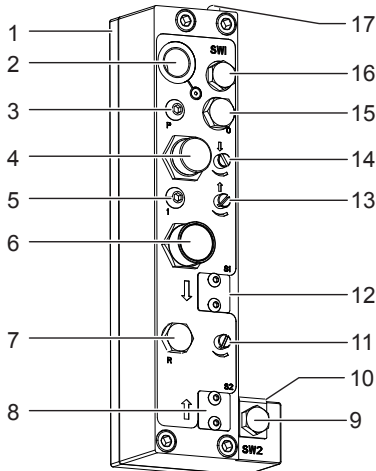

Figura 3
- Regule o espaço entre (1) e (2) de forma a ficar igual à profundidade do furo requerido, MAIS a distância em que a broca está acima da peça a ser trabalhada através de deslize (3).
- Bloqueie na posição com (4) para o binário recomendado.
- Posicione a HCU em (3).
- Regule o espaço entre (6) e (7) para uma distância conforme requerida acima da peça a ser trabalhada.
- Desaparafuse (8) da HCU para ajustar a resistência na HCU para o mínimo.
- Abra totalmente (13), Figura 3.
- Feche (11), Figura 3.
- Ligue a alimentação de ar e premir (6), Figura 3.
- Regule a Figura 3 (11/13) de forma a obter as alimentações de avanço e de recuo para a operação.
- Efectue uma série de furos experimentais para determinar o avanço ideal e as regulações da HCU utilizando (11), Figura 3.